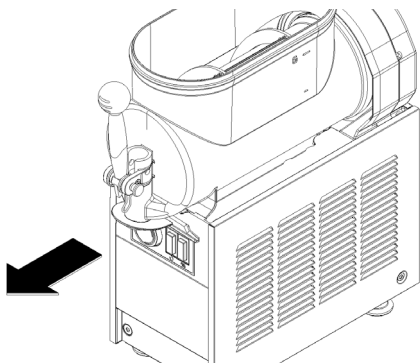

**figura 6**
**4** Smontare il contenitore spingendone leggermente la parte inferiore (lato rubinetto) verso l'alto per liberarne gli agganci inferiori (vedere figura 6) e sfilandolo successivamente dal